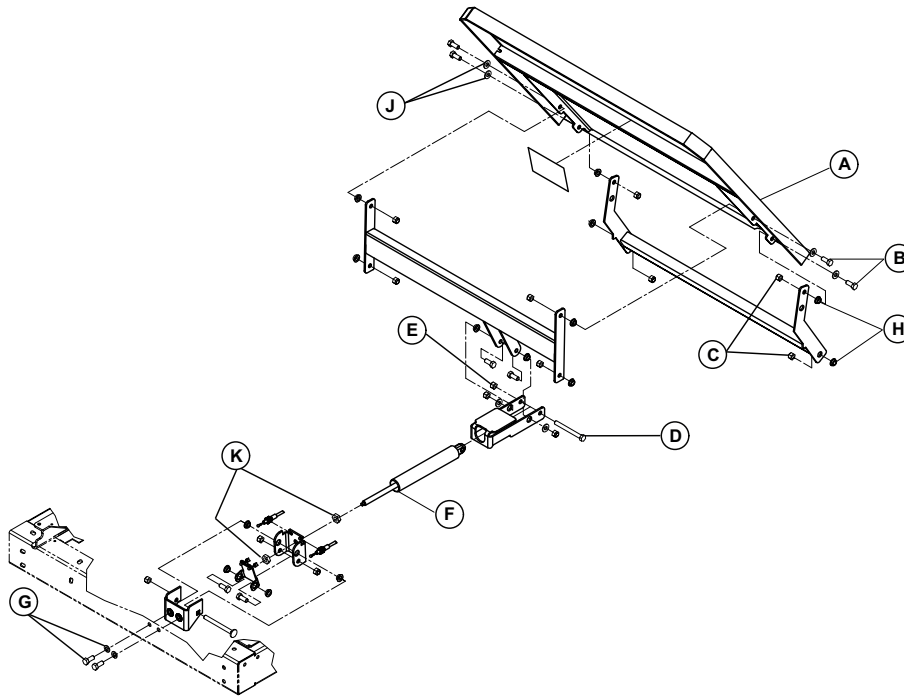

Figure 20 – Section tête
4. À l'aide de deux clés mixtes de 1/2 po, retirer les quatre contre-écrous (C), quatre entretoises à épaulement (H), quatre rondelles (J) et quatre boulons (B) qui fixent la section tête aux deux barres de couplage (Figure 20). Retirer la section tête. Conserver les contre-écrous, les entretoises, les rondelles et les boulons.
4. À l'aide de deux clés mixtes de 1/2 po, retirer les quatre contre-écrous (C), quatre entretoises à épaulement (H), quatre rondelles (J) et quatre boulons (B) qui fixent la section tête aux deux barres de couplage (Figure 20). Retirer et conserver la section tête. Conserver les contre-écrous, les entretoises, les rondelles et les boulons.
6. À l'aide de deux clés mixtes de 1/2 po, retirer le contre-écrou (E) et le boulon (D) qui fixent l'extrémité cylindrique au support (Figure 20). Conserver le contre-écrou et le boulon.
7. À l'aide d'une clé mixte de 1/2 po, retirer les deux boulons et les deux rondelles (G) qui fixent le support du vérin au châssis du plan de couchage (Figure 20). Conserver les boulons et les rondelles.
9. À l'aide d'une clé mixte de 11/16 po, retirer les deux écrous (K) qui fixent l'extrémité filetée du vérin au support (Figure 20). Retirer le vérin pneumatique. Conserver les écrous.